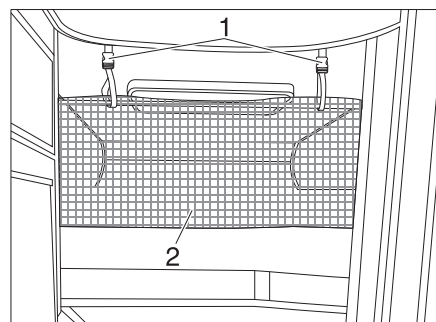

Bild 171 Skyddsnät
Skyddsnätet (Bild 171,2) är standard. Det ligger mellan madrassen och ribbotten. Skyddsnätet ska först monteras när personen som ska sova där befinner sig i sängen.
- Haka fast fästbanden (Bild 171,1) i hållarna i taket.
Skyddsnätet (Bild 171,2) ligger standardmässigt mellan madrassen och ribbotten. Skyddsnätet ska först monteras när personen som ska sova där befinner sig i sängen.